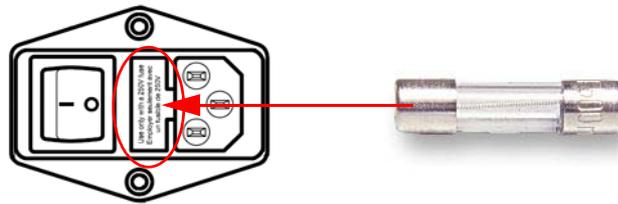

Abb. 45: Sicherungen (2x) im Kombielement an der Geräterückseite
3. Ziehen Sie den Sicherungshalter mittels einem kleinen Schraubendreher aus dem Kombielement (→ Abb. 45).